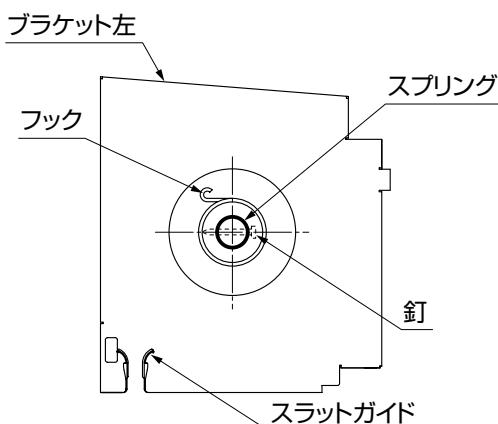

図3-4
- ①衝撃吸収スプリング(※1)が家側から見て、右方向になるようにしてください。
- ②手動用シャフトを左右のブラケット軸受に乗せてください。
- スプリングのフックの向きがガイドに対して、図の状態になるように軸受に載せ、釘の頭が正面になるように固定してください。(図3-4参照)